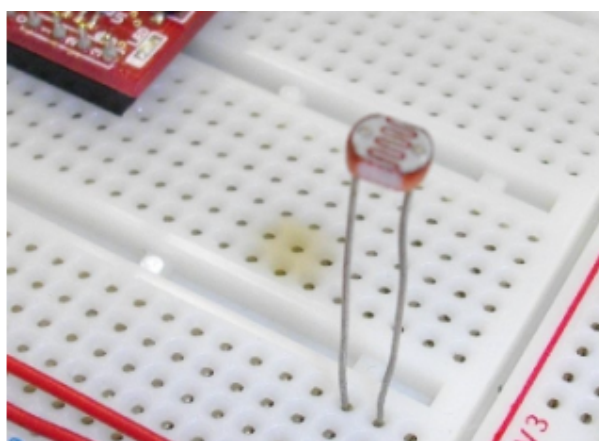

図 4: Cds セル
2.1 この電子部品 (Cds セル 5 φ, 図 4) を次のような点から調べなさい。